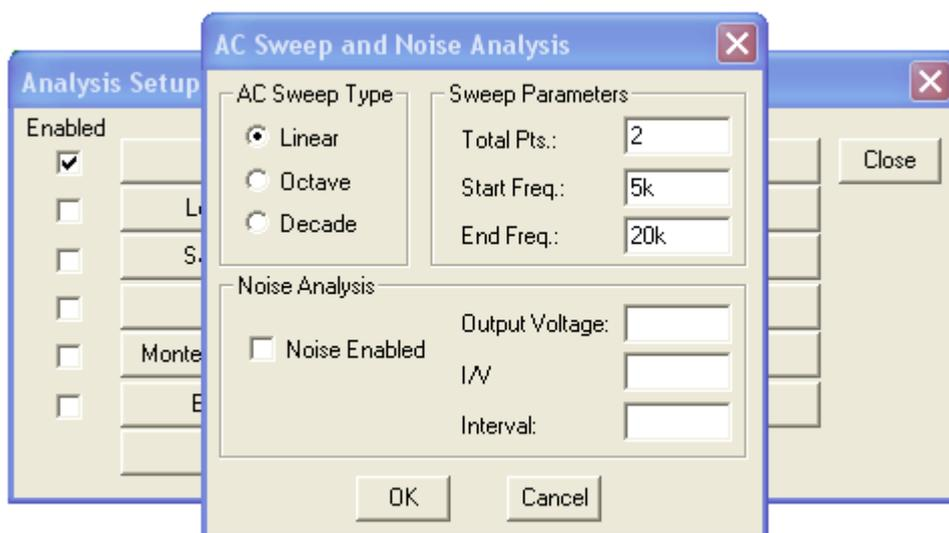

Рис.1.7. Окно задания режима частотного анализа
7. **Установка режима анализа.** По команде **Analys/Setup** входим в окно "**Analys/Setup**", стираем галочку против графы "**Bias Point Detail**" и ставим галочку в графе "**AC Sweep**" – расчёт частотных характеристик. Теперь необходимо задать параметры "**AC Sweep**" анализа. Нажимаем курсором на клавишу "**AC Sweep**". В открывшемся окне задаём: а) линейный шаг по частоте, поставив точку в графе "**Linear**", б) количество расчётных точек по частоте **Total=2**, в) начальную частоту расчёта **Start Freq=5k**, г) конечную частоту расчёта **End Freq=20k**, как показано на рис. 1.7. Закрываем окно нажатием клавиш "**OK**" и "**Close**".